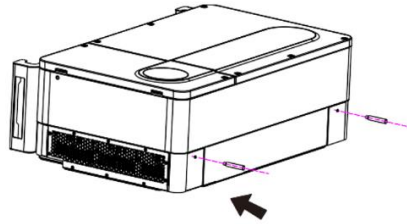

Abb.5.8
- 1) Heben Sie, wie in Abbildung 5.8 dargestellt, mit vier bis sechs Personen den Wechselrichter aus der Verpackung. Nutzen Sie die Ringe als Griffe.